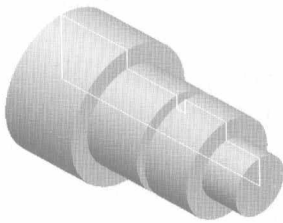

图 1-7 “制陶转盘”法
2. **“制陶转盘”法** 制陶转盘法以一个简单的旋转特征创建零件,如图 1-7 所示。一个单个草图表示一个切面,它包括在一个特征里完成该零件所必须的所有信息及尺寸。尽管这种方法看上去很有效,但是大量的设计信息包含在单个特征中,限制了模型的灵活性而且修改时很麻烦。